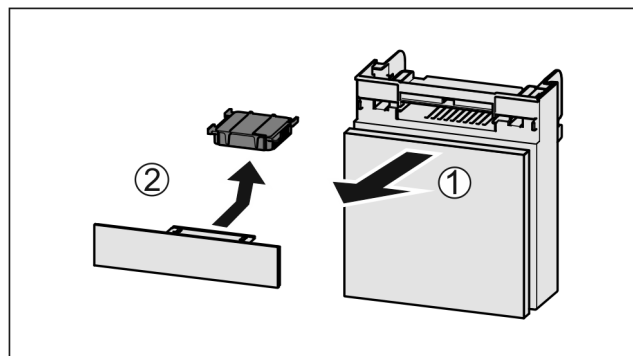

Fig. 138
- Pretinac izvucite Fig. 138 (1) prema naprijed.
- Izvadite filter s aktivnim ugljenom Fig. 138 (2).